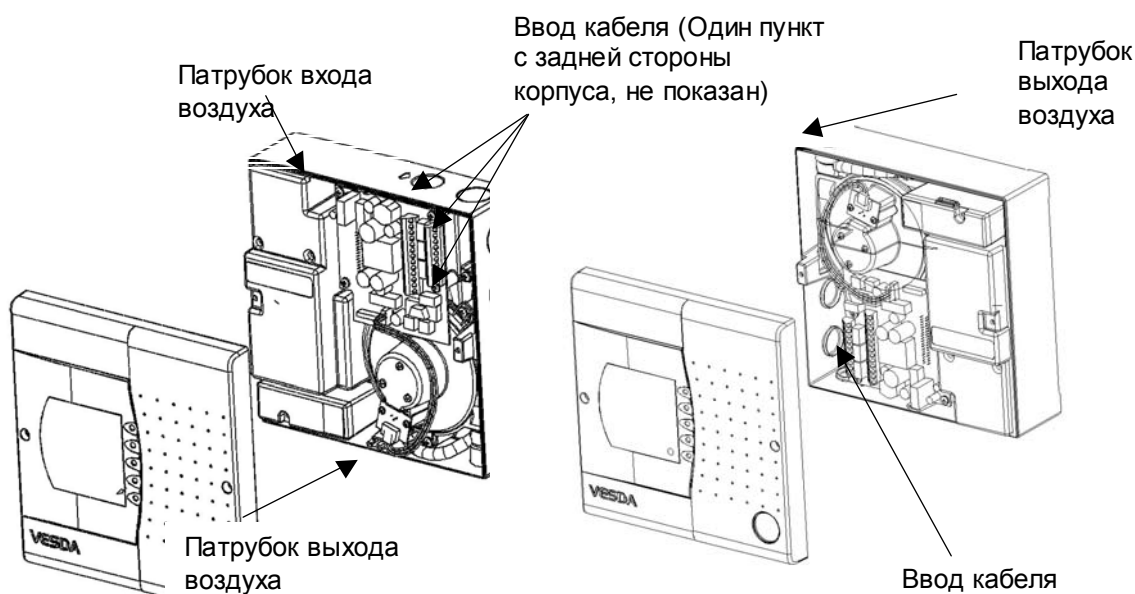

Рис. 3 Ориентация установки LaserCOMPACT: нормальная - слева, перевернутая - справа.
- в) определите место установки извещателя. LaserCOMPACT можно устанавливать на стене или на любой прочной поверхности в двух различных позициях (См. Рис.3):